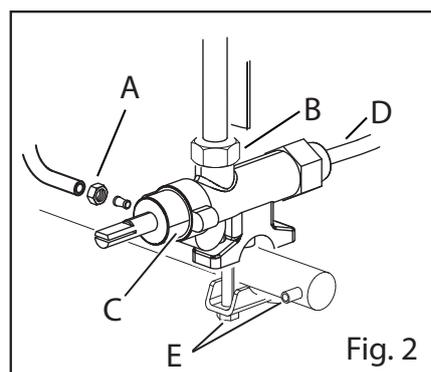

Fig. 2
- Desatornille las conexiones de entrada (por ej. Fig. 2/E) y salida de gas (Fig. 2/A y B)
- Desatornille la alimentación del quemador del piloto (Fig. 2/D)
- Desatornille el termopar (Fig. 2/D)
- Desatornille las conexiones de entrada (por ej. Fig. 2/E), salida de gas (Fig. 2/A y B) y las conexiones eléctricas
- Desatornille el termopar del grifo (Fig. 2/D)